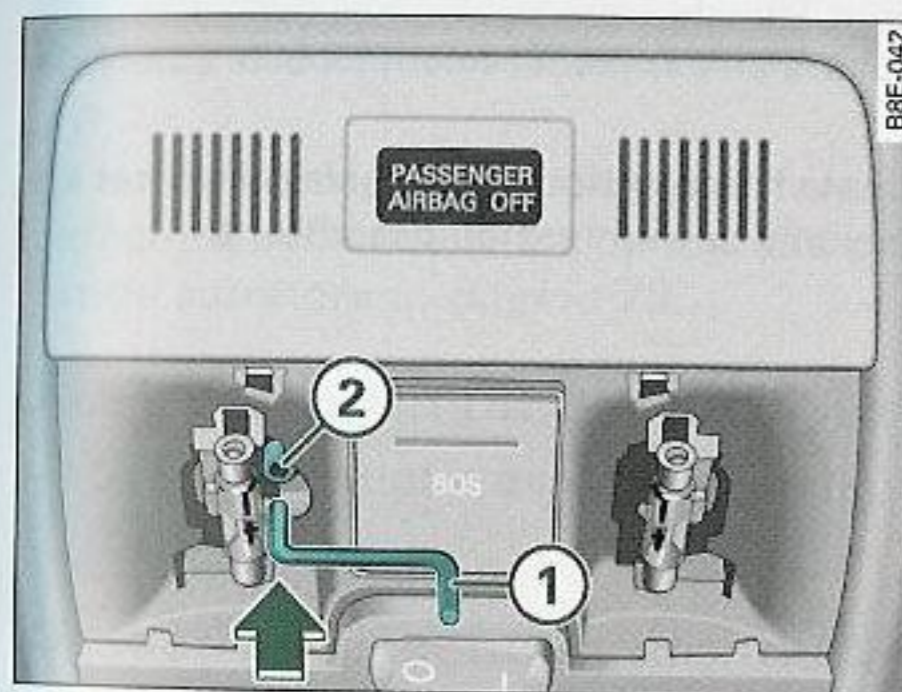

Fig. 58 Detalle del revestimiento del techo: Manivela para accionamiento de emergencia
- Introduzca la manivela ① en el orificio hexagonal ② hasta llegar al tope ⇒ fig. 58 .